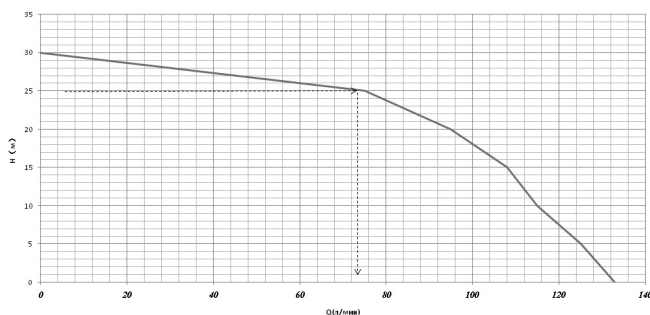

Рис. 18 График зависимости производительности Q мотопомпы от высоты подъема (H)
- График зависимости производительности мотопомпы от высоты подъема H_p (Рис. 18).
4. На графике зависимости высоты подъема от производительности мотопомпы (Рис.18) находим величину расхода, она составляет примерно 83 л/мин или 5 м³/час.